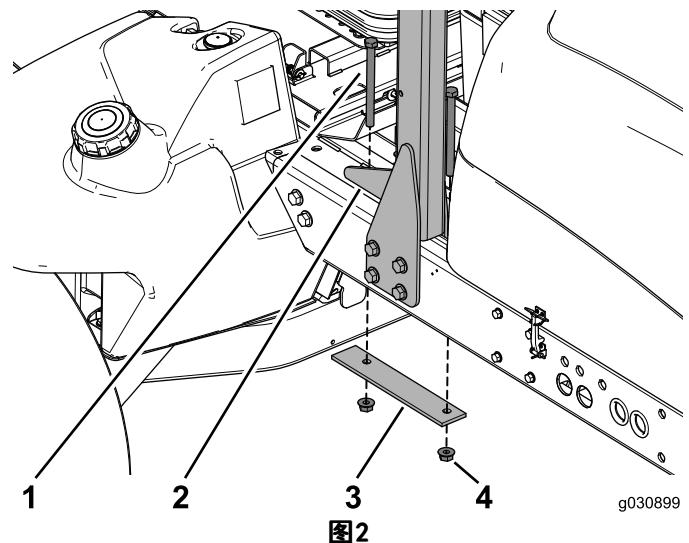

图2
3. 拆下并保留将 ROPS 固定到机架顶部的 2 个螺栓、加强板和 2 个凸缘螺母（图2）。